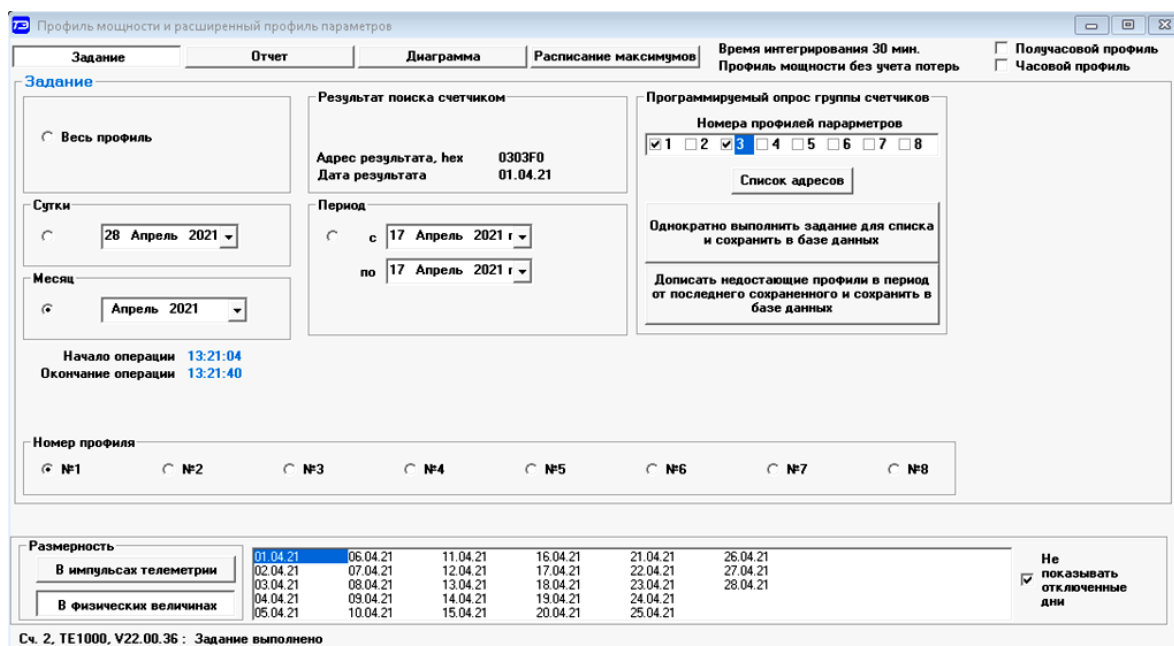

Рисунок 17 – Форма «Профиль мощности» вкладка «Задание»
4.13.18 Удобно производить чтение профиля мощности группы счетчиков объекта с автоматической записью в базу по кнопке «Дописать недостающие профили в период от последнего сохраненного и сохранить в базе данных», расположенной на вкладке «Задание» формы «Профиль мощности» (рисунок 17). При этом должен быть подготовлен список адресов счетчиков посредством формы «Адреса для групповых операций». Этот список может быть сохранен на диске в виде файла с возможностью последующего использования.